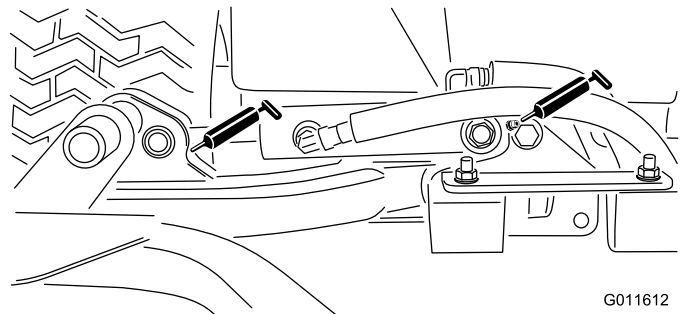

Bild 46
- Hubarmzylinder der Schneideinheit (2 Stück) (Bild 46)
- Hubarmgelenke (1 Stück) (Bild 46)